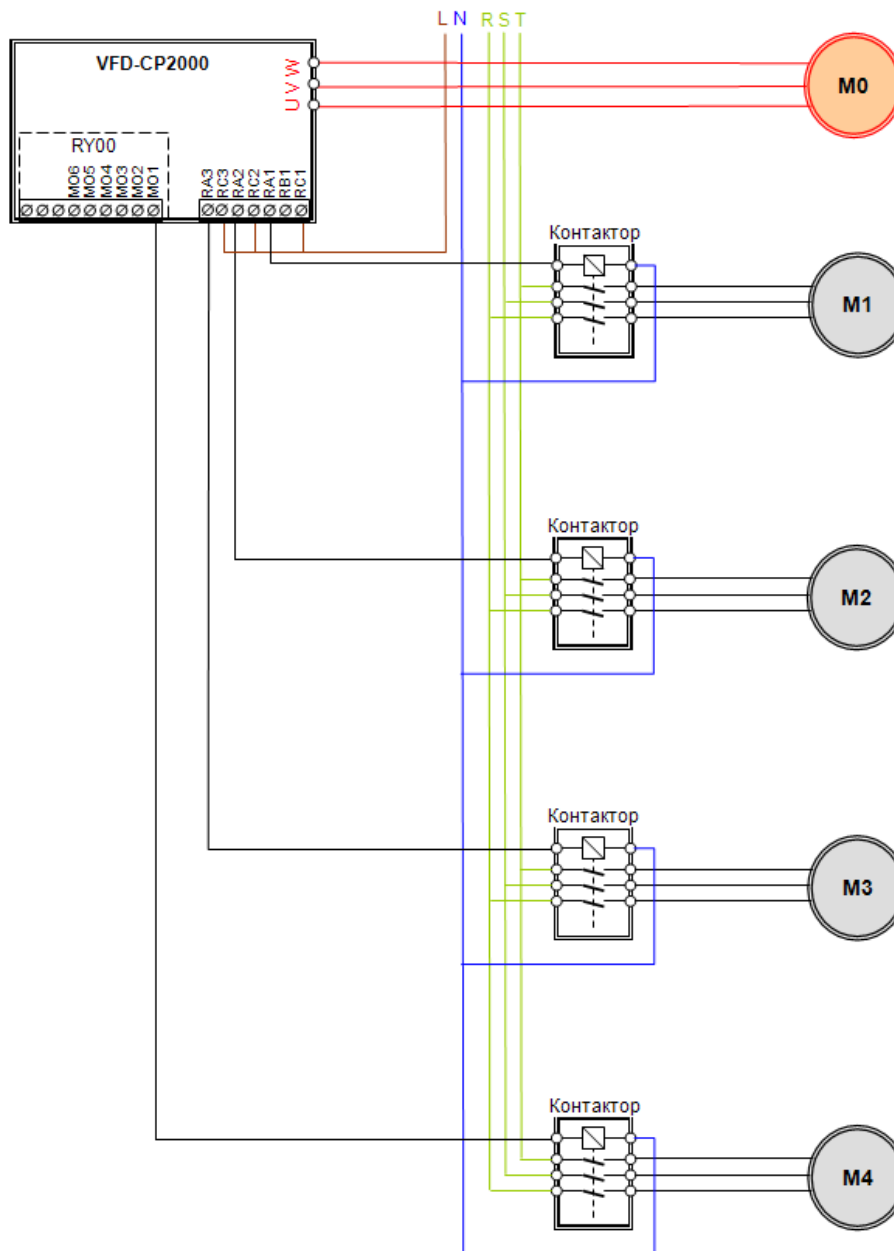

Рис. 12-12
**Схема подключения:** ПЧ в режиме каскадного управления с постоянным мастером (ПИД) может управлять 1-8 двигателями. На рис. 12-12 показан пример управления 4 двигателями.